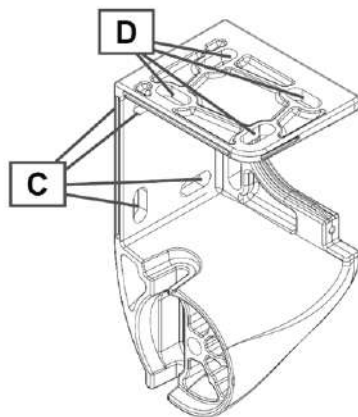

Imagen 1.
Todos los valores han sido calculados considerando un número de soportes igual a 2. El cálculo para los elementos de sujeción ha sido realizado con la PLACA DE PARED/TECHO mostrada en la imagen 1, teniendo en cuenta que en la pared se utilizan las 4 ranuras (C) y en el techo las 4 ranuras (D).